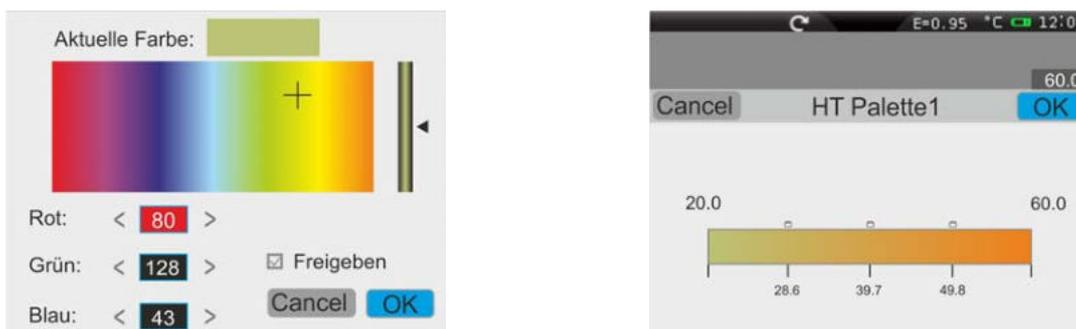

Abb. 53: Personalisierung der Farben der Anwender-Palette – Schritt 3
12. Ziehen Sie die 4 Unterteilungs-Kennungen des Temperatur-Bereiches der Leiste entlang bis Sie die gewünschten mittleren Temperaturwerte erreicht haben (siehe Abb. 53 – rechte Seite).
- Die Werte der Farben, die dem **RGB Modell** assoziiert sind (Rot, Grün, Blau) im Bereich **0 ÷ 255**. Sie können numerische Werte eingeben, oder die Cursors “+” und “◀” am Farbenspektrum berühren und die sich ergebende Wirkung auf der Leiste betrachten, die sich auf der Oberseite des Displays befindet (siehe Abb. 53)
- Aktivierung der Kennung mit Zeichen “✓” im Feld “**Freigeben**”. Das Symbol wird auf der Leiste der Palette angezeigt (siehe Abb. 53 – rechte Seite).